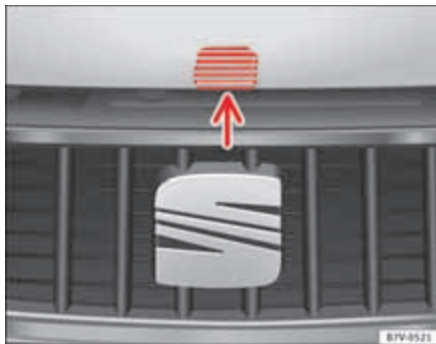

Abb. 164 Entriegelungshebel zum Öffnen der Motorraumklappe im Kühlergrill.
- Motorraumklappe am Entriegelungshebel anheben ⇒ Abb. 164 (Pfeil) und ganz öffnen. Die Motorraumklappe wird durch die Gasdruckfeder gehalten.